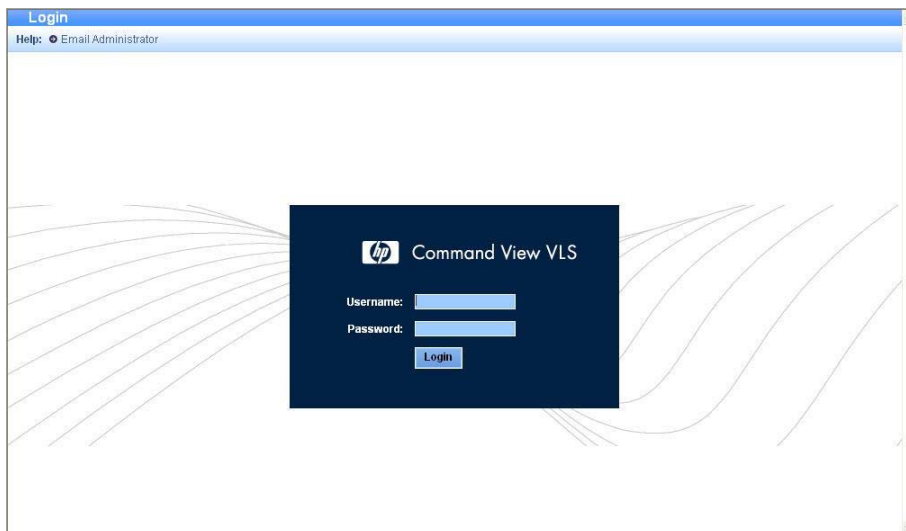

Figure 16 Fenêtre de connexion Command View VLS
4. Entrez `administrator` ou `user` dans la zone Username (Figure 16). Pour le nom d'utilisateur la casse doit être respectée.
5. Entrez le mot de passe utilisateur approprié dans la zone Password (Figure 16).